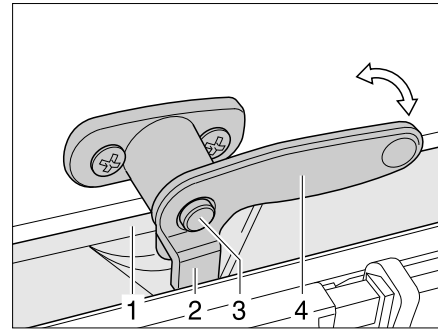

Fig. 76 Levier de verrouillage avec bouton de sécurité en position "fermée"
- Si présent, enfoncer le bouton de sécurité (Fig. 76,3) et le maintenir enfoncé.